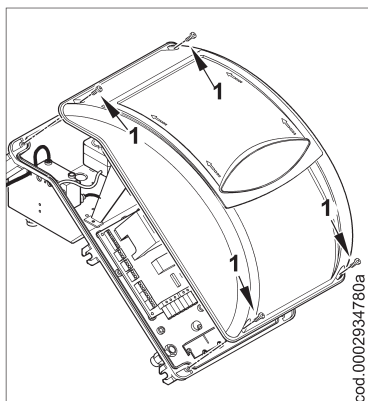

Рисунок 1
1) Снимите крышку, открутив 4 винта (1), как рис. 1, при этом не убирайте прозрачное окошко. Таким образом можно получить доступ к электрическому щиту горелки.